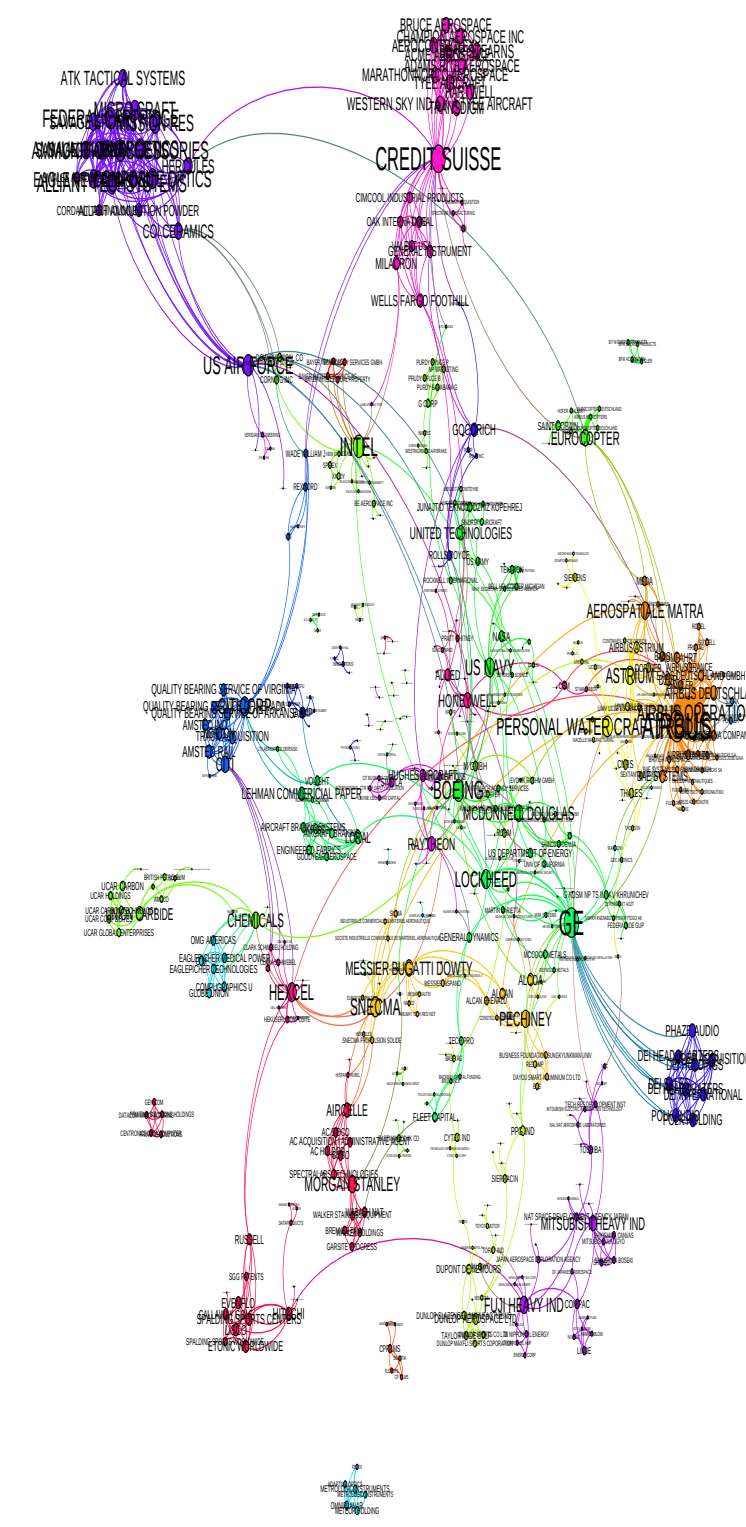

Figure 1: Le réseau dans son ensemble
- La figure 1 représente le réseau de collaboration dans les **matériaux structuraux composites** en aéronautique au niveau mondial.